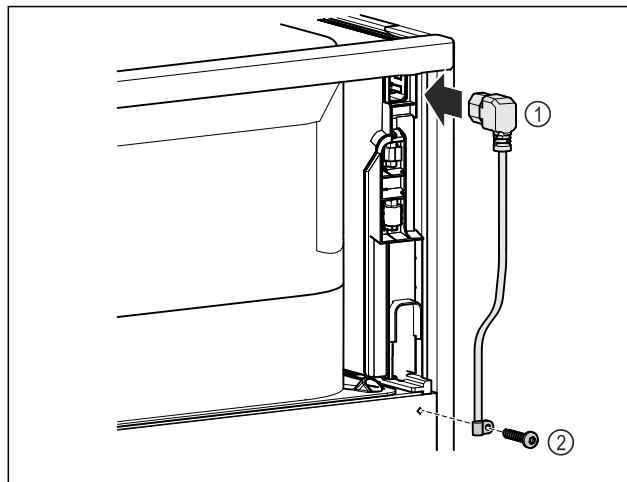

Fig. 11
- Kytke verkkokaapelin IEC-liitäntä Fig. 11 (1) laitteen takasivulla olevaan pistokkeeseen.
- Kiinnitä kiinnike Fig. 11 (2)